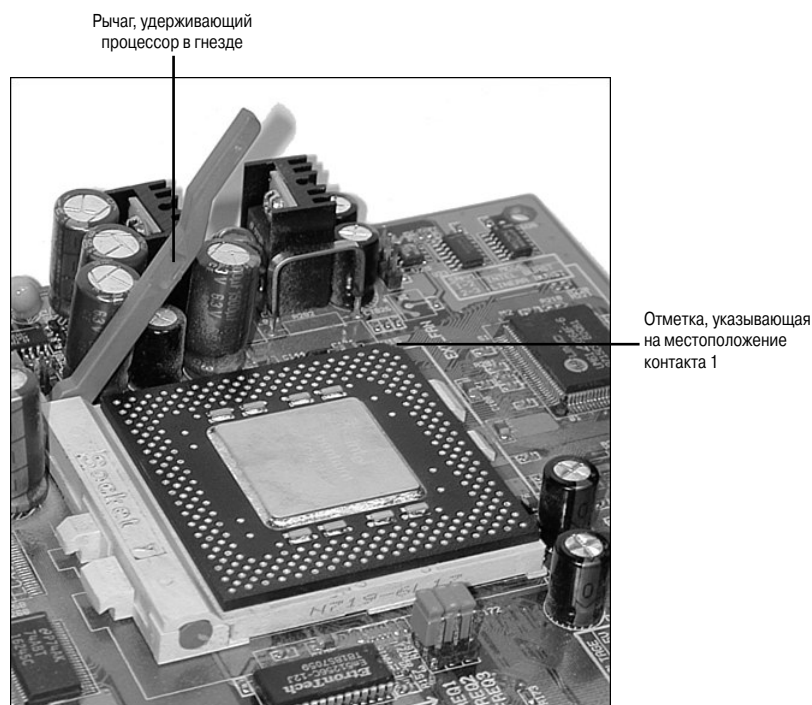

Рис. 22.4. Опущенный рычаг удерживает процессор, установленный в гнездо ZIF. Срезанный угол процессора указывает местоположение контакта 1
- Для разъемов типа *socket* найдите на процессоре контакт 1: обычно один из углов микросхемы слегка скошен или помечен точкой, возле него и находится этот контакт. Затем найдите контакт 1 в ZIF-гнезде для процессора, находящемся на системной плате. Теперь нужно поднять рычаг и поместить микросхему в разъем, совместив контактные выводы с соответствующими отверстиями. Если процессор в разъем не входит, проверьте, правильно ли он ориентирован и совпадают ли контакты. Когда процессор войдет как следует, опустите зажимающий рычаг, чтобы зафиксировать микросхему в гнезде (рис. 22.4). Если теплоотвод не был закреплен на процессоре сразу, то теперь самое время его установить.